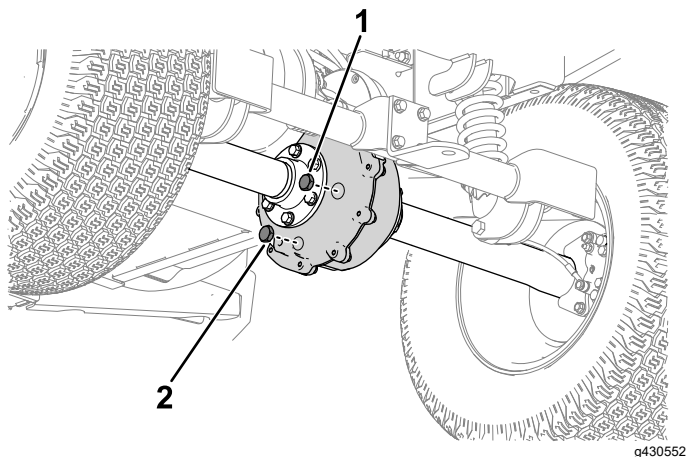

Figure 47
1. Placez un bac de vidange sous le bouchon de vidange de la boîte-pont (Figure 47).
2. Retirez le bouchon de remplissage (Figure 47).